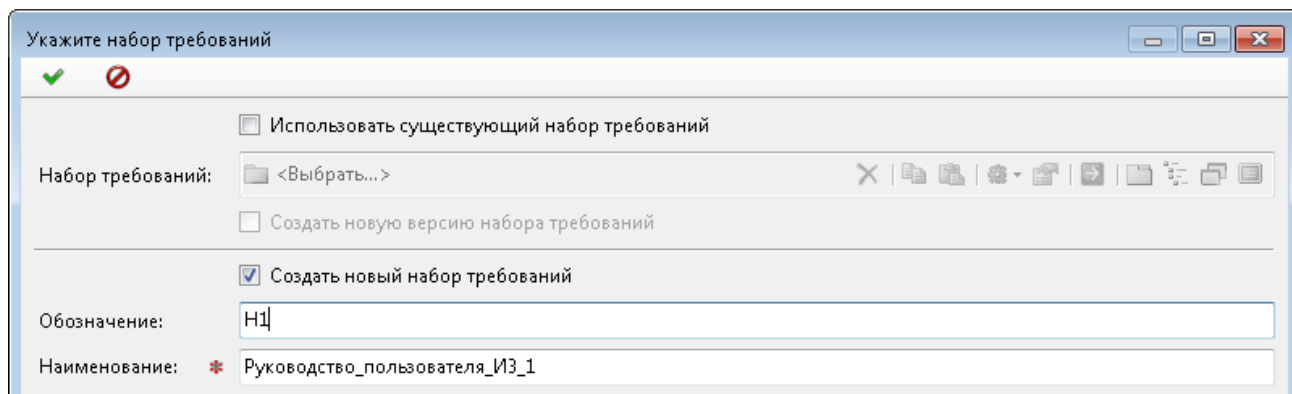

Рисунок 312 — Создание нового набора требований
4.2 в окне «Укажите набор требований» поставить галочку «Создать новый набор требований», ввести обозначение «Н1», в поле «Расположение» выбрать папку ПТ-1, нажать ОК (Рисунок 312);